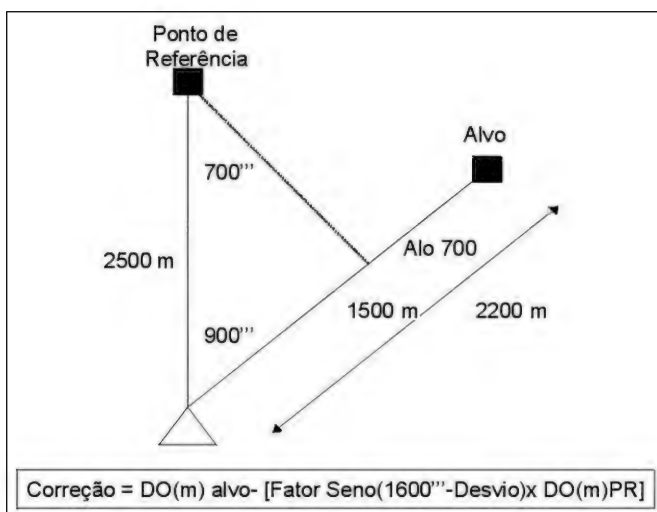

Fig 6-4. Cálculo do transporte em alcance ( desvio > 600'')
(2) o desvio entre o PR e o alvo é maior ou igual a 600'' - utiliza-se os fatores do seno para calcular a projeção da DO ao PR sobre a LO para o alvo. O procedimento para o cálculo é idêntico ao do cálculo das frentes, supondo-se, no entanto, que o observador está no PR. Assim, o ângulo a se considerar será o complemento do desvio medido pelo observador.
**EXEMPLO:** Na Fig 6-4, o observador mediu um desvio entre o PR e o alvo de 900'' Dir. A DO para o PR é de 2500 m. O complemento de tal ângulo (como se o observador estivesse no PR) é de 700'' (1600''-900''). Calcula-se com este ângulo a projeção da DO na LO. O fator para 700'' é de 0,6 e a frente será então  $0,6 \times 2500 = 1500$  m. O observador estima, para o alvo, uma DO de 2200 m, o que dará para o transporte em alcance  $2200 - 1500 = 700$  - "ALONGUE 700 (Alo 700)!"